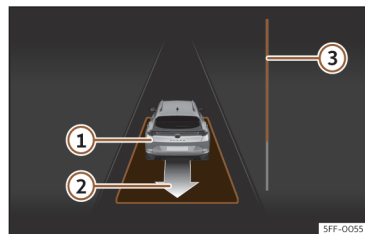

Fig. 182 No ecrã do painel de instrumentos: sair do estacionamento de um lugar em linha.
• Retroceda até soar o sinal contínuo do ParkPilot; **OU**: faça marcha-atrás até aparecer a indicação de fazer marcha à frente no ecrã do painel de instrumentos. A barra de progresso **»»** **Fig. 182** **③** indica a distância a percorrer **»»** **Página 298**.